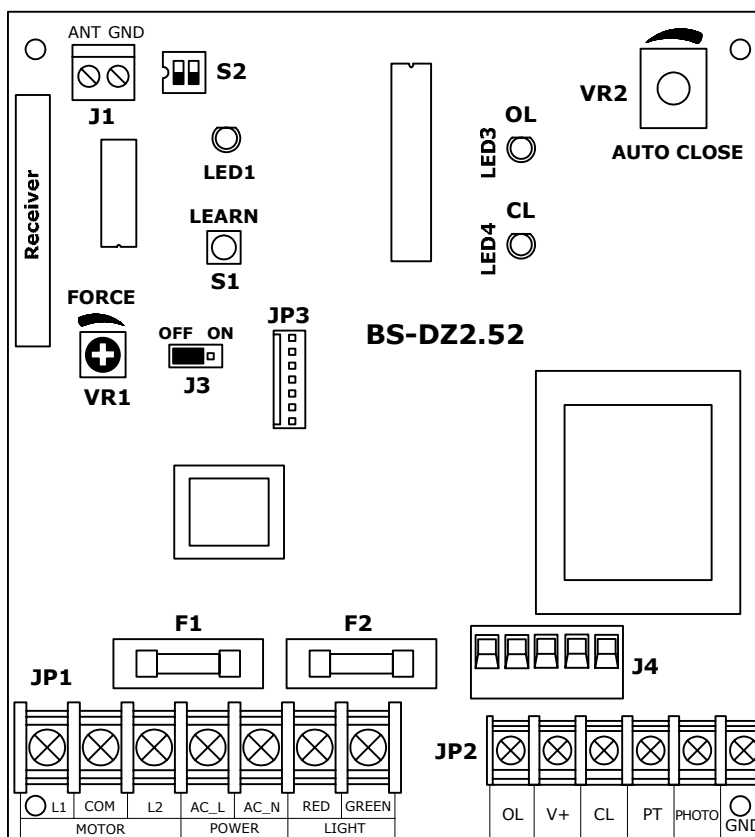
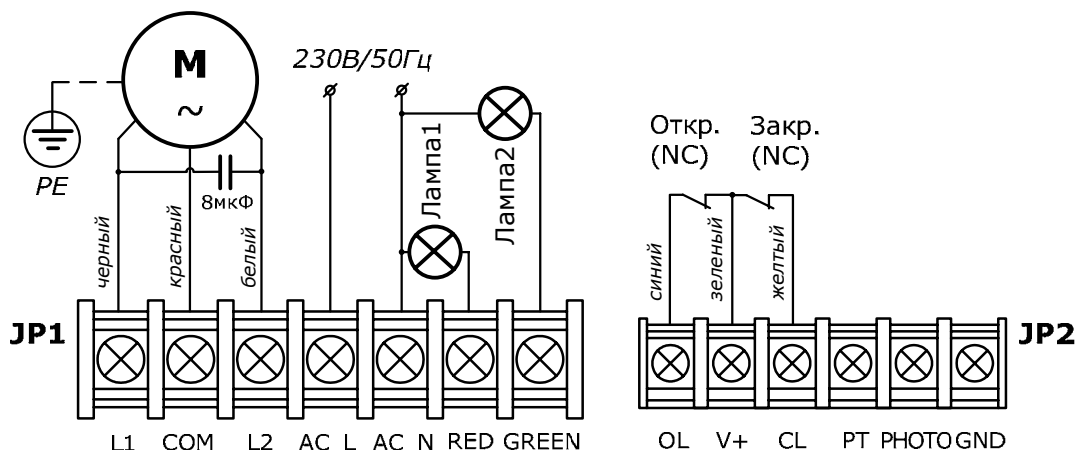

Рис. 5. Электронный модуль блока управления
Рис. 6. Электрические подключения шлагбаума к блоку управления
Электронный блок управления шлагбаума (Рис. 5) осуществляет управление работой всех подключенных к нему электрических компонентов.
Подключения электродвигателя и выключателей конечных положений к блоку управления выполнены на заводе-изготовителе (Рис. 6).
Для сигнализации о состоянии шлагбаума к блоку управления могут быть подключены лампы (Рис. 6) 230В, макс. 25Вт. Подключение одной лампы необходимо производить к клеммам «RED» и «AC\_N», второй лампы к клеммам «GREEN» и «AC\_N». В зависимости от настройки DIP-переключателя S2 (Рис. 5) возможны различные режимы работы ламп (см. раздел «Настройка параметров работы»).
После настройки конечных положений несколько раз поднимите и опустите стрелу шлагбаумом и убедитесь в правильности регулировок. При полном открытии шлагбаума светодиод LED3 (OL) гаснет (Рис. 5), при полном закрытии шлагбаума гаснет светодиод LED4 (CL).
С помощью DIP-переключателя S2 (Рис. 5) и регулятора VR2 блока управления настраивается логика работы выходов ламп и режим "Автозакрытия" (Таблица 7). С помощью разъема-перемычки J3 и регулятора VR1 настраивается режим "Обнаружение препятствия".
<p>Включение режима "Светофор" (DIP 2 – OFF) Лампа, подключенная к клемме «RED» (Рис. 6), горит при движении шлагбаума и при закрытом шлагбауме (красный сигнал светофора). Лампа, подключенная к клемме «GREEN», горит при открытом шлагбауме (зеленый сигнал светофора).</p>
<p>Режим "Обнаружение препятствия" При расположении перемычки на контактах 1 и 2 разъема J3 (Рис. 5) режим включен, при расположении перемычки на контактах 2 и 3 режим выключен. Усилие двигателя (чувствительность) при обнаружении препятствия устанавливается регулятором VR1. Максимальное значение усилия в крайнем левом положении регулятора, минимальное значение в крайнем правом. Обнаружение препятствия при закрытии шлагбаума приведет к остановке шлагбаума и последующему полному открытию. Обнаружение препятствия при открытии шлагбаума приведет к остановке шлагбаума. Заводская настройка: режим включен, усилие максимальное.</p>	<p>Выключено</p>  <p>Включено</p>
Для записи пульта нажмите кнопку S1 (Рис. 5) блока управления, индикатор LED1 блока управления загорится. Затем нажмите любую кнопку пульта, индикатор LED1 моргнет несколько раз и погаснет, что означает запись кода пульта в память радиоприемника блока управления.